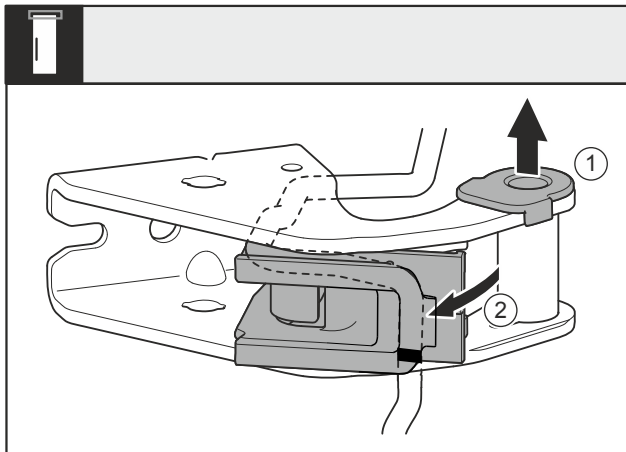

Fig. 26
- ▶ Vytáhněte ložiskové pouzdro Fig. 26 (1) z vedení.
- ▶ Otočte držák kabelu Fig. 26 (2) ven.